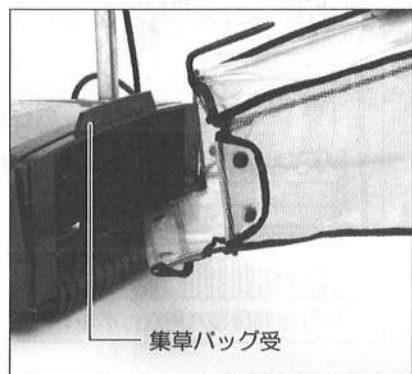

図8
- ①組み上がった集草バッグ底部を、本機後部ローラーの上になるように差し込みます。(図8参照)
- ②本機後部に上から下に向けて集草バッグ受に引っ掛けてください。(図8、9参照)